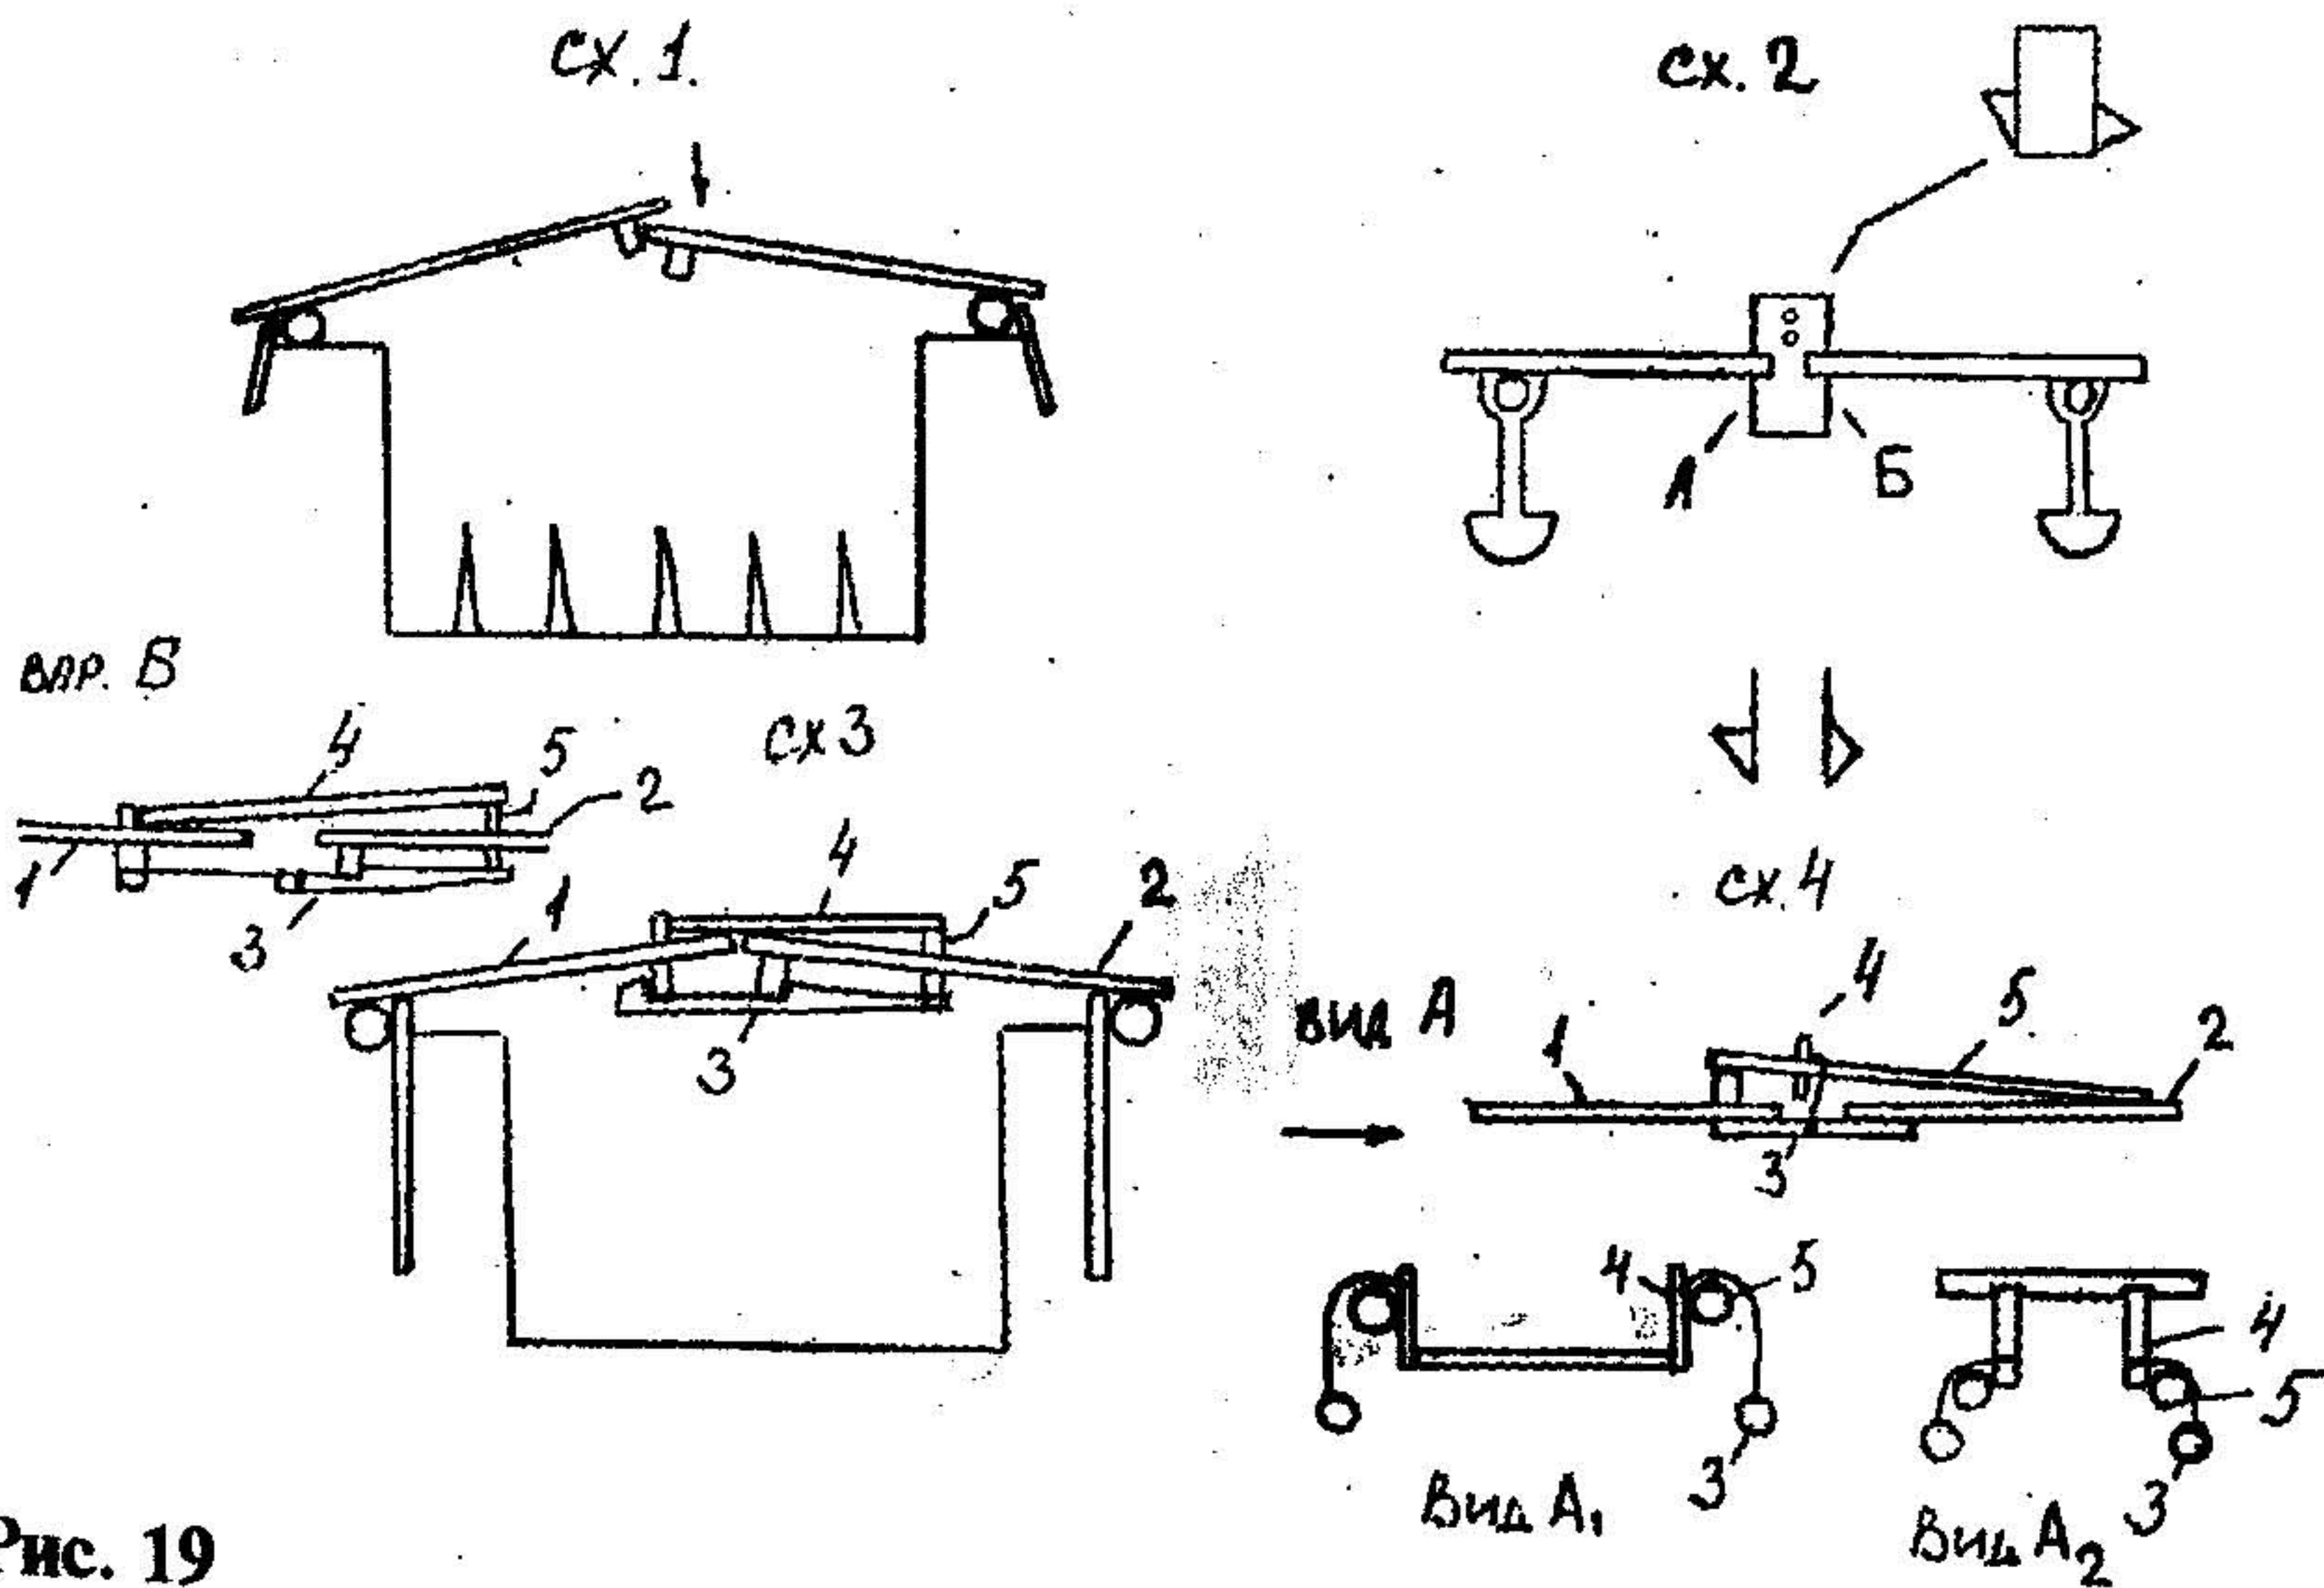

Рис. 19
При фиксации вместо двух половинок крышки спусковой механизм чаще всего срабатывает при наступании на вторую крышку, как показано на рис. 19 (сх. 1 и 2). На схеме 1 вторая крышка упирается в поперечную слегу первой крышки, при наступании на нее обе крышки встают в жесткую распорку, при переносе веса тела на вторую крышку, вся конструкция разваливается. На второй схеме обе крышки горизонтальны земле, и между ними находится небольшой зазор, сбоку от этого зазора подвешена гибкая пластина, от которой отогнуто два выступа. Один выступ имеет вверх горизонтальную поверхность и опирающаяся на него крышка воз-
действует на пластину только на растяжение (давит вниз). Второй выступ, на который опирается вторая крышка, сверху имеет косую поверхность и при надавливании на него крышки, пластина отгибается, высвобождая обе крышки. Как правило, обе крышки снабжают противовесами, и оба выступа снизу имеют косую поверхность, такая ловушка после падения жертвы самонастораживается. Кроме того крышки могут отпускаться при наступании на педаль, задевании растяжки, распорки или попытке взять наживку. На третьей схеме рис. 19, обе крышки (1 и 2) держит палка с зарубками (3), при наступании на педаль (4) опускается штырь (5) и выводит из зацепления палку с зарубками (3). Вместо палки с зарубками 3 может быть крючок привязанный на веревочке к крышке 1 (вариант «б» к схеме. На четвертой схеме крышки 1 и 2 удерживаются перпендикулярной им палочкой 3, эта палочка за середину привязана к мотырьку 4. Мотырек подвешен на слеге 5. Мотырек может опираться нижним концом в распорку (вариант «а»), или верхний конец зацепляется за растяжку (палку с зазубренной (вариант «б»)). На рисунках «а» и «б» показан вариант при котором спусковые механизмы дублируются у краев ямы.